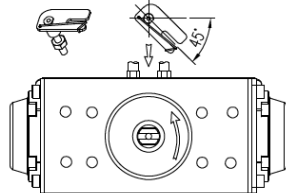

Рисунок 2 – Установка вилки М6х40L
- вкрутите ответную часть рычага механизма получения обратной связи в элемент интерфейса (вилку) пневмопривода. Если используется тип с вилочной ответной частью (М6х40L), то ее вилка должна находиться под углом в 45° от направления вращения (см. рисунок 2). Затяните ответную часть рычага стопорной гайкой.